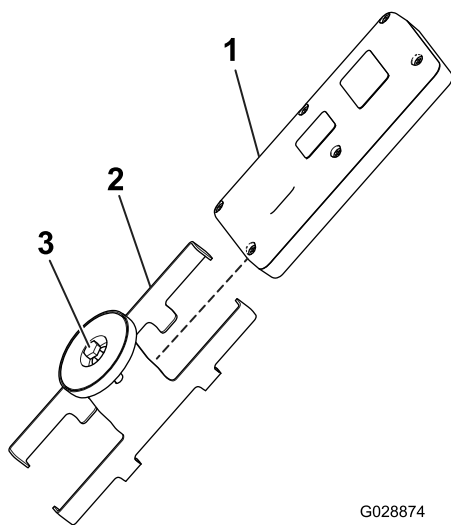

图30
1. 旋松磁性遥控器支架上磁体内的螺栓 图30。
2. 将支架滑到侧面然后拆下遥控器 图30。
8. 将手持遥控器装入磁性遥控器支架将两半滑到一起并固定然后拧紧磁体内的螺栓 图30。